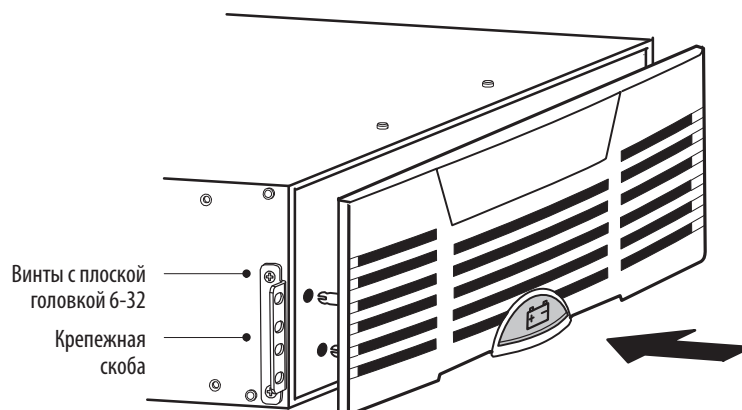

Рисунок 14. Установка крепежных скоб ЕВМ
8. Если крепежные скобы еще не установлены, совместите две крепежные скобы с отверстиями для винтов, расположенными на боковой стороне ЕВМ, и закрепите с помощью винтов с шестигранной головкой 6-32 (см. рисунок 14).
Совместите штыри, расположенные на задней части передней крышки, с отверстиями в ЕВМ. Вставьте крышку на место до упора. См. рисунок 14.